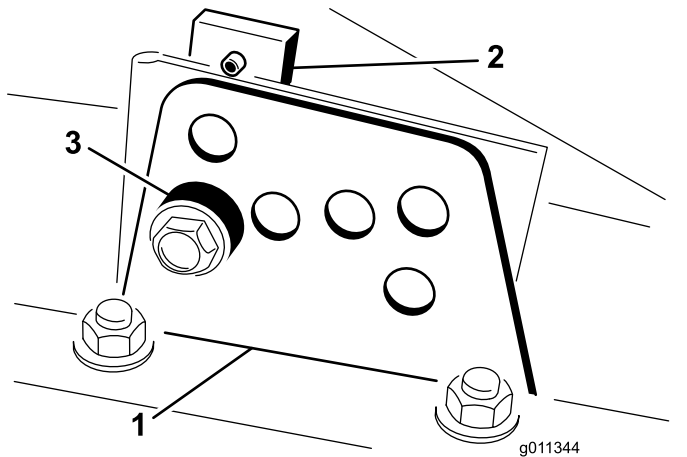

図 7
2. 各刈り高ブラケットを刈り高プレート前と右と左に固定しているボルトをゆるめる 図 7。